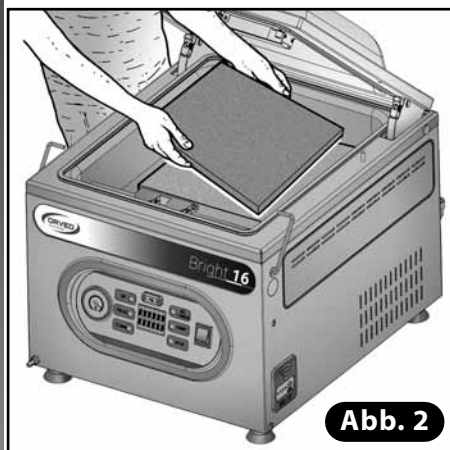

Abb. 2
- Entfernen Sie die Einlegeplatten (**Abb. 2**).